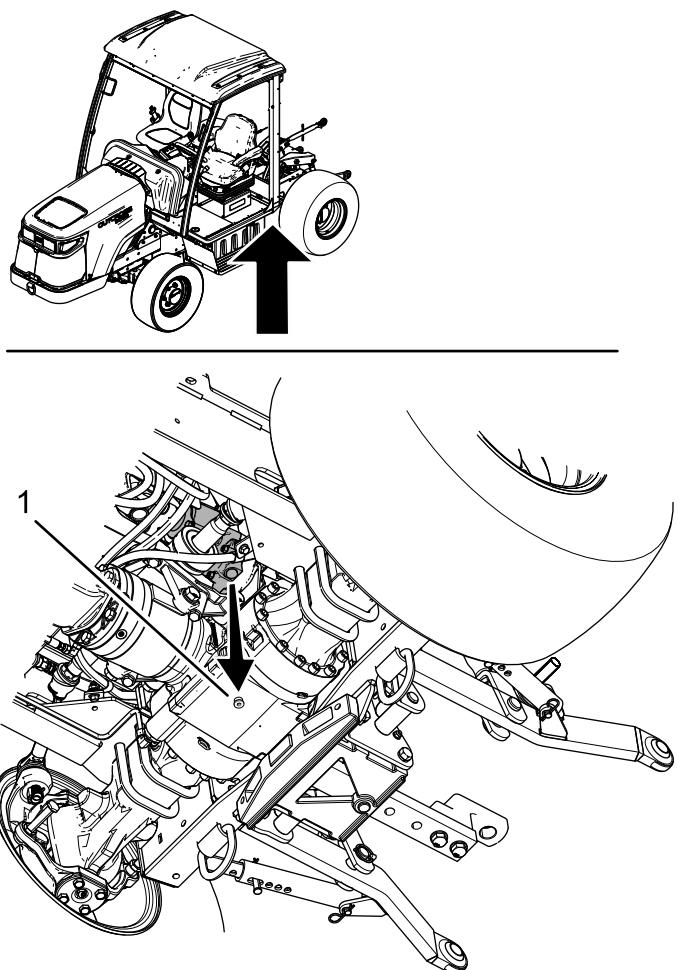

**Рисунок 108**
2. Снимите пробку смотрового отверстия заднего редуктора вала отбора мощности (Рисунок 108).